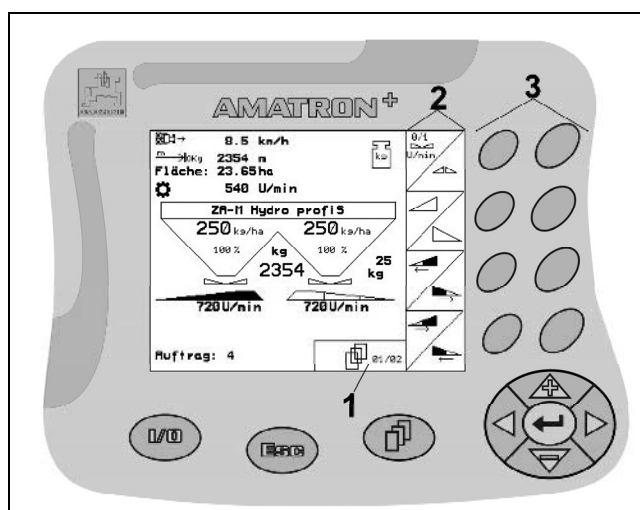
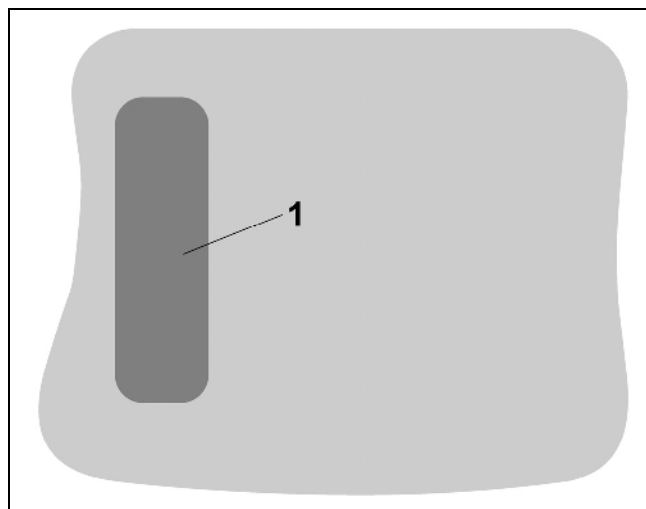

Fig. 9
Fig. 10
-  - Bla i flere menysider (bare mulig når bla-symbolet (Fig. 9/1) vises på displayet)
Når skift-tasten  på baksiden av enheten (Fig. 10/1) trykkes inn, vises det flere funksjonsfelt i arbeidsmenyen / ordremenyen (Fig. 11) og konfigurasjonen av funksjonstastene endres tilsvarende (Fig. 9/3).